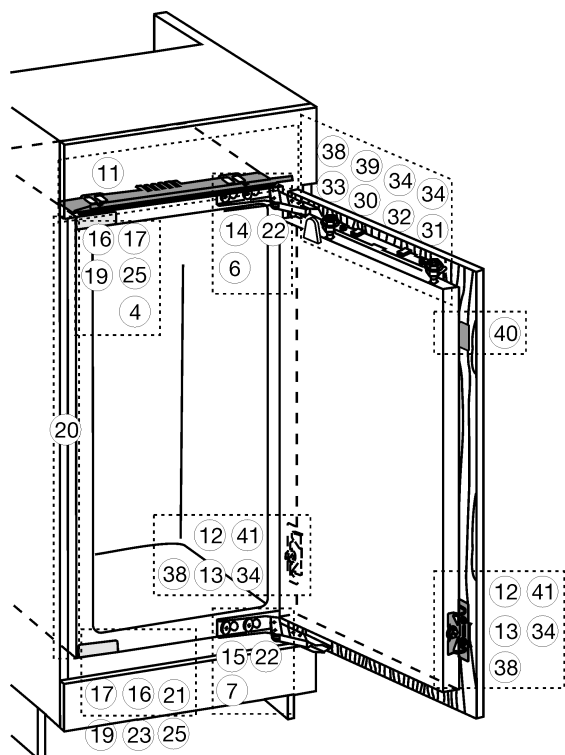
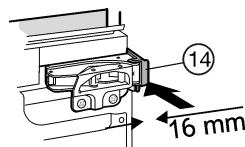
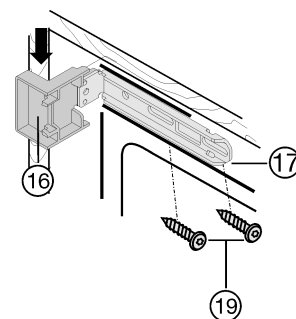
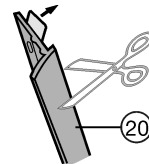

Fig. 7
Fig. 11
Fig. 12
Fig. 13
- ▶ Abdeckungen Fig. 7 (4,6,7) abnehmen.
- ▶ Distanzteil Fig. 11 (14) und Distanzteil Fig. 7 (15) auf die Scharniere aufklipsen.
- ▶ Abdeckungen Fig. 12 (16) oben und unten auf die Befestigungswinkel Fig. 12 (17) aufstecken.
- ▶ Die Befestigungswinkel Fig. 12 (17) oben mit Schrauben Fig. 12 (19) und unten mit Schrauben Fig. 7 (19) befestigen, so dass sich der Winkel noch etwas nach links und rechts bewegen lässt.
- ▶ Schutzfolie von der Abdeckleiste Fig. 13 (20) abziehen.
- ▶ Abdeckleiste Fig. 13 (20) griffseitig und frontbündig an der Nase der Abdeckung Fig. 12 (16) ansetzen und an die Geräte-seitenwand ankleben.
- ▶ Abdeckleiste Fig. 13 (20) bei Bedarf unten kürzen: Die Abdeckleiste Fig. 13 (20) muss 3 mm über der Oberkante des unteren Befestigungswinkels Fig. 7 (17) enden.
- ▶ Das Gerät einschieben, bis die Abdeckungen Fig. 12 (16) an der Möbelseitenwand anschlagen Fig. 12.
- ▶ Aufbaumaß (Tiefe der Türanschlagsteile) berücksichtigen: Scharniere und Abdeckungen Fig. 12 (16) um das Aufbaumaß vorstehen lassen.
- ▶ Gerät über die Stellfüße mit beiliegendem Gabelschlüssel Fig. 7 (21) gerade stehend ausrichten.